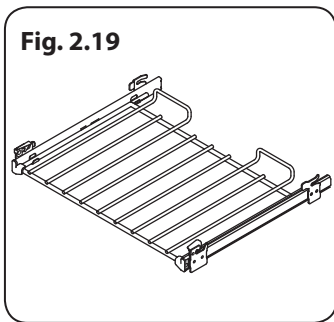

Fig. 2.19
- 4 grille télescopique avec glissières (**Fig. 2.19**)